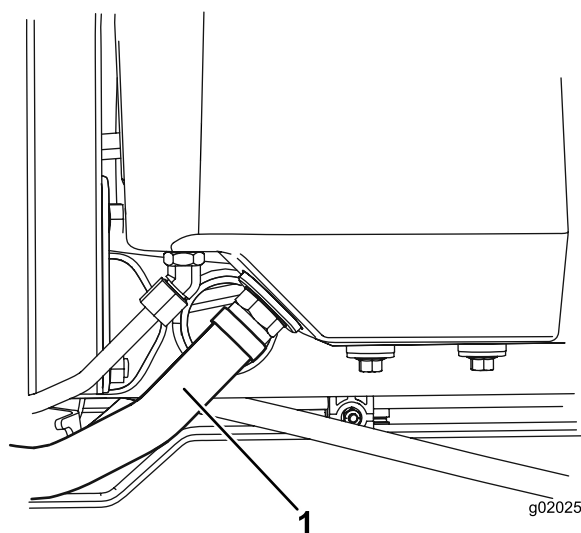

Figura 81
2. Desligue o tubo hidráulico grande (Figura 81) do reservatório e deixe o fluido hidráulico escorrer para um recipiente.